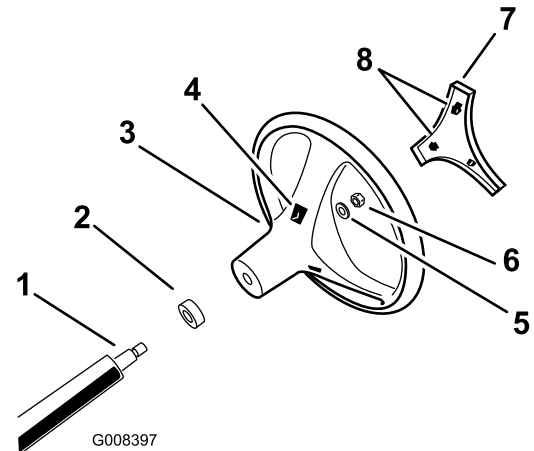

Figura 3
- Sujete el volante a la columna con la contratuerca y apriete la contratuerca a 24–29 N·m, según se muestra en Figura 3.
- Alinee las pestañas del embellecedor con las ranuras del volante y coloque el embellecedor a presión en el centro del volante (Figura 3).